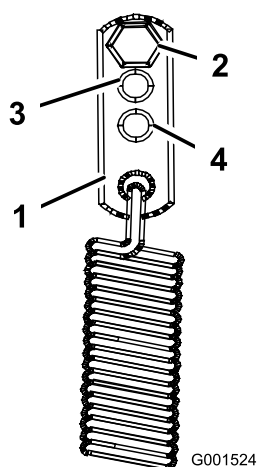

Figura 44
3. Para un ajuste más duro, vuelva a colocar los anclajes de los muelles en las posiciones de servicio medio o pesado (Figura 44). Los anclajes de los muelles se fijan a la esquina superior trasera de los protectores de la transmisión hidráulica en cada lado de la máquina.
La palanca del freno de estacionamiento está situada en el lado derecho de la máquina (Figura 44). Si el freno de estacionamiento no inmoviliza la máquina, ajústelo.